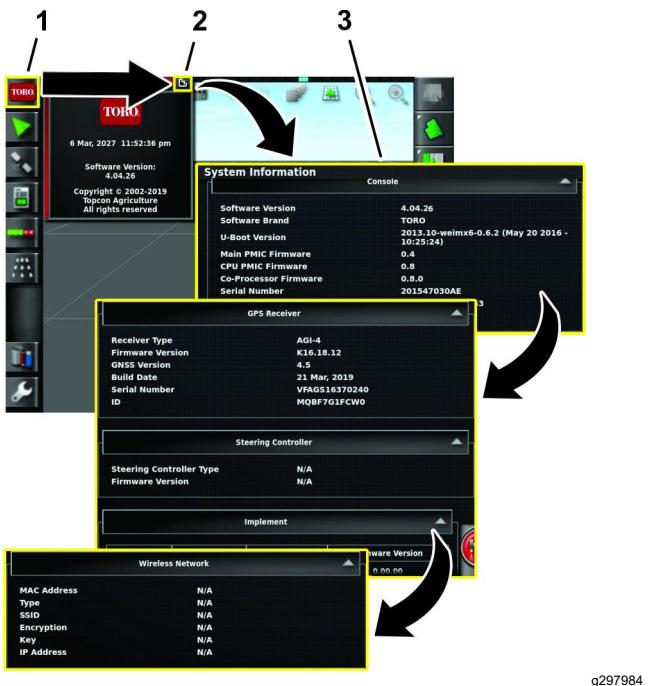

Figura 207
- Premete l'icona Informazioni di sistema (Toro) nell'angolo in alto a sinistra dello schermo (Figura 207).
- Nella finestra di mini visualizzazione Informazioni di sistema, premete l'icona Schermo intero (Figura 207).